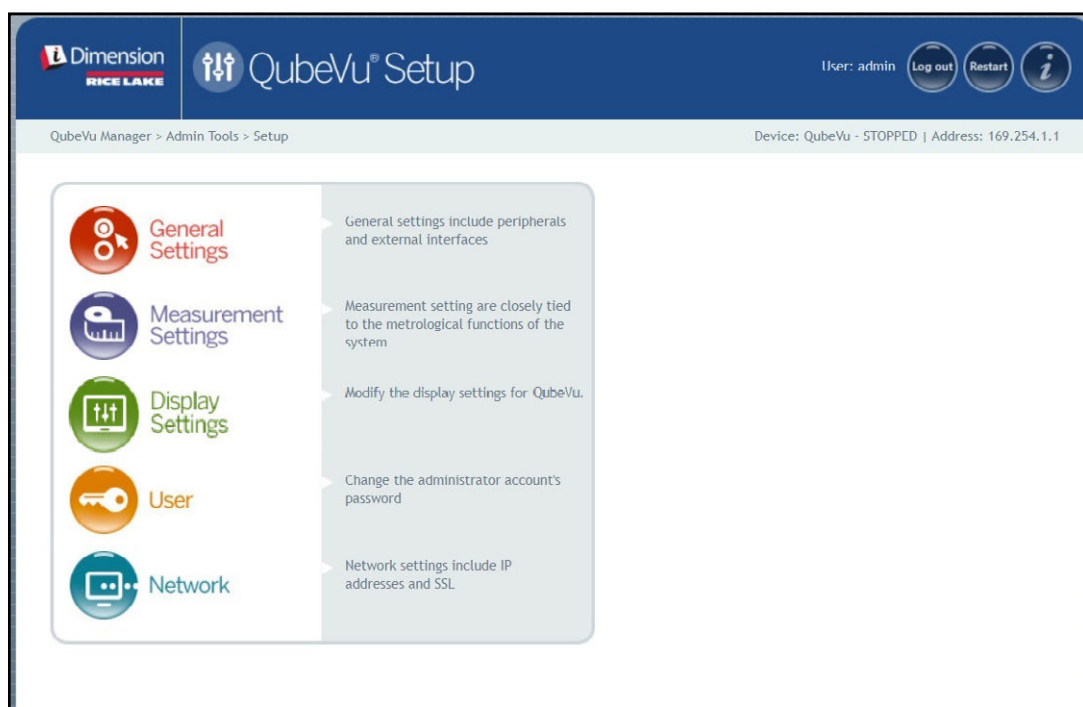

Figura 5-1. Menú Setup (Puesta en servicio)
- Seleccione  **General Settings** en el menú **Setup** (Puesta en servicio) (Figura 5-1 en la página 21). Aparecerá el menú **General Settings** (Ajustes generales).
- Seleccione  **Measurement Settings** en el menú **Setup** (Puesta en servicio) (Figura 5-1 en la página 21). Aparecerá el menú **Measurement Settings** (Ajustes de medición).